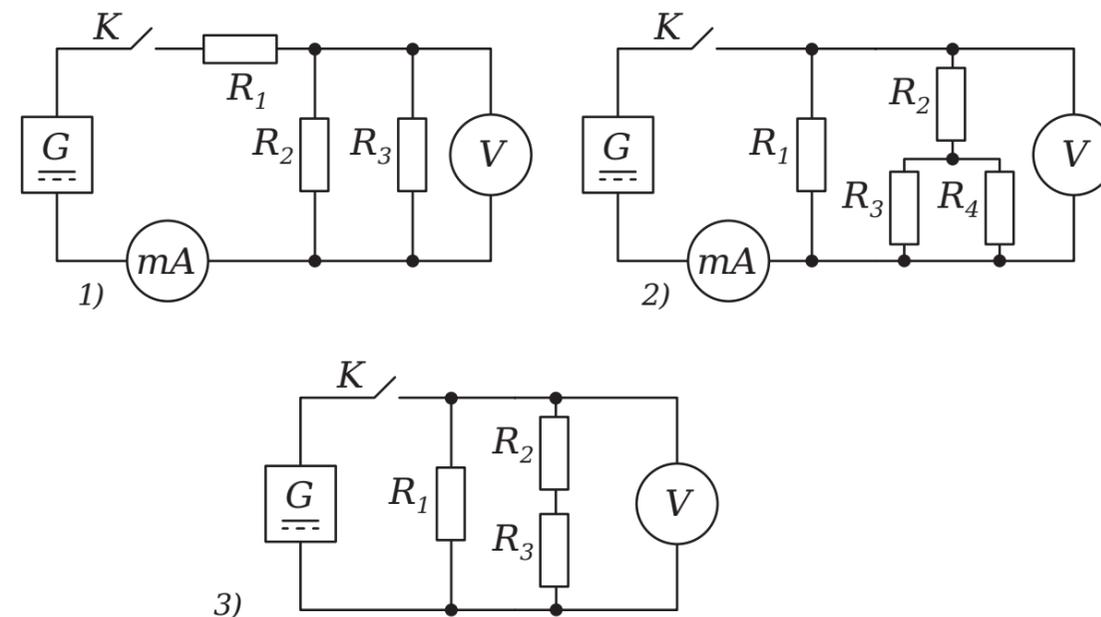

Рисунок 1.
Существует три основных типа соединения проводников в электрической цепи - последовательное, параллельное и смешанное (рисунок 1).
Смешанное соединение проводников, как следует из названия, является совокупностью комбинаций последовательного и параллельного соединений, причем в состав этих соединений могут входить как отдельные резисторы, так и более сложные составные участки. Расчет смешанного соединения опирается на принцип разделения схемы на более простые участки, соединенные последовательно или параллельно. Так, например, на первой схеме (рисунок 1) параллельно соединенные резисторы R_2 и R_3 можно заменить одним резистором, сопротивление которого
находится по правилам параллельного соединения. Получим эквивалентную схему с двумя резисторами, включенными последовательно друг с другом. Их можно заменить одним резистором, сопротивление которого равно общему сопротивлению цепи. Аналогично поступают с резисторами R_3 и R_4 на второй схеме (рисунок 1).
3. Выполните сборку одной из представленных выше схем (рисунок 1), после чего установите напряжение на источнике тока в пределе 4 В. Включите оборудование для сбора данных.